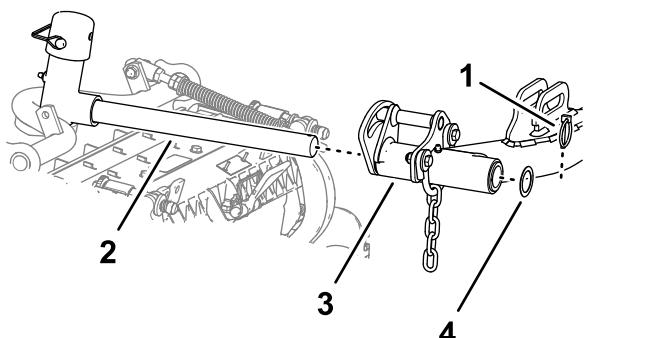

Bild 29
5. Schieben Sie ein Mähwerk unter den Hubarm (Bild 29).